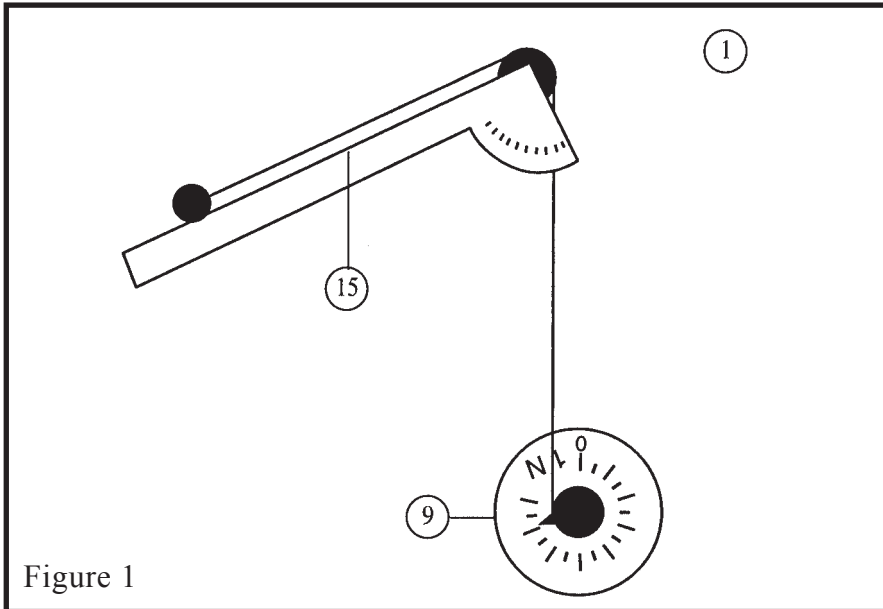

Figure 1
2) J'incline le plan d'un angle quelconque (voir fig.1) et je compare l'intensité de la tension  $\vec{T}$  du fil, mesurée à l'aide d'un dynamomètre, à l'intensité du poids  $\vec{P}$ .